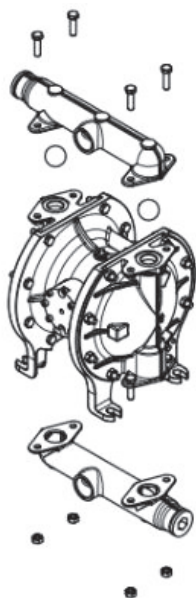

Fig. 3: Smontaggio dei collettori e delle sfere
- Allentare e smontare le viti del collettore di mandata (raccordo superiore) (Fig. 3).
- Allentare e smontare le viti del collettore di aspirazione (Fig. 3).